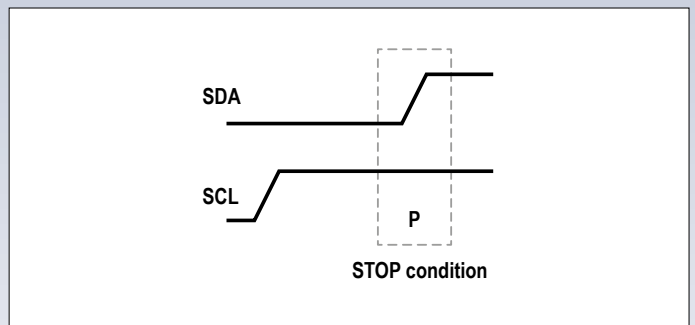

Figure 7. La clef pour clore la communication : *STOP*.
4. À la fin de la transmission, le maître libère d'abord la ligne d'horloge SCL, puis la ligne de données SDA et donc les deux lignes retournent au niveau haut à cause de résistances de polarisation. Cette séquence (**figure 7**) s'appelle *STOP condition*. Le cas échéant, le maître peut abaisser en premier la ligne de données SDA.